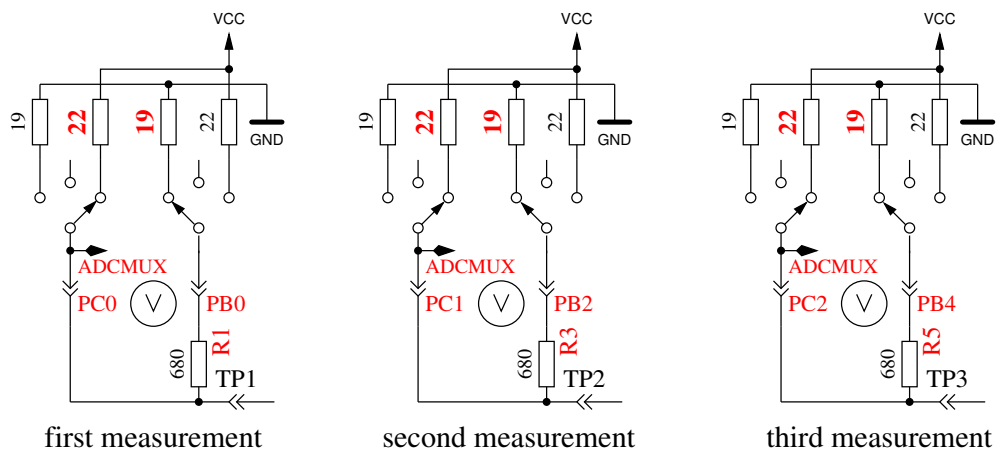

Abbildung 5.47: Messung des Innenwiderstandes des auf VCC geschalteten Port-C-Ausgängen.
9. **Messung des Innenwiderstandes von auf VCC geschalteten Port-Ausgängen.** Der benötigte Strom wird von auf GND geschalteten 680Ω-Widerständen geliefert. Es ist die gleiche Messung wie die in Test 8 zur anderen Seite, wie in Abbildung 5.47 gezeigt wird. Der Innenwiderstand wird wie folgt berechnet: Um den Strom zu berechnen:  $(5001 - (\text{Ergebnis von Test 8}) - (\text{Ergebnis von Test 9})) / 680$ . Die Widerstandswerte ergeben sich, wenn die gemessene Spannung durch diesen Strom dividiert wird. Das Ergebnis für diesen Test wird dann in Zeile 1 mit dem Text „RI\_Hi=“ in Ω angezeigt, der Innenwiderstand zur GND-Seite wird in Zeile 2 mit dem Text „RI\_Lo=“ angezeigt. Diese Werte werden ab Software-Version 1.06k bei jeder Messung neu bestimmt und hier nur dargestellt.